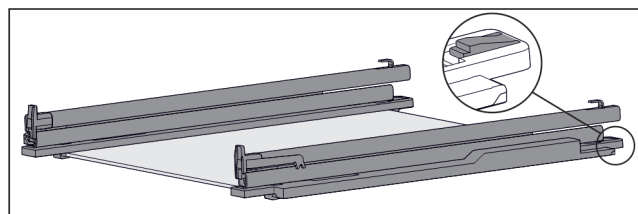

Fig. 151 带轨道和固定件的玻璃隔板
- ▶ 将固定件后部向下压 (参见 Fig. 151)，同时向后推轨道。